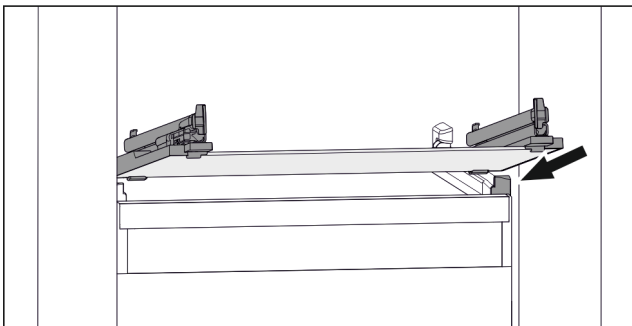

Fig. 46 Cam plakanın örnek gösterimi
- Cam plakayı durdurucuların çapraz arkasına yerleştirin. (bkz. Fig. 46)